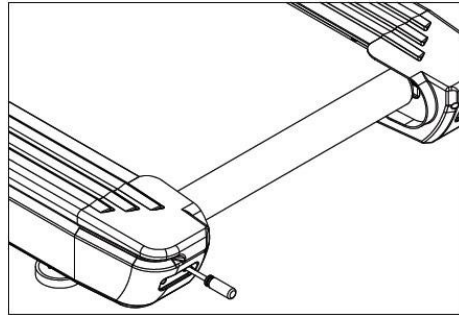

Abb. 4.5.1
- 1) Wie in Abb. 4.5.1 dargestellt, entfernen Sie die rechte und linke Stellschraube mit einem Schraubendreher.